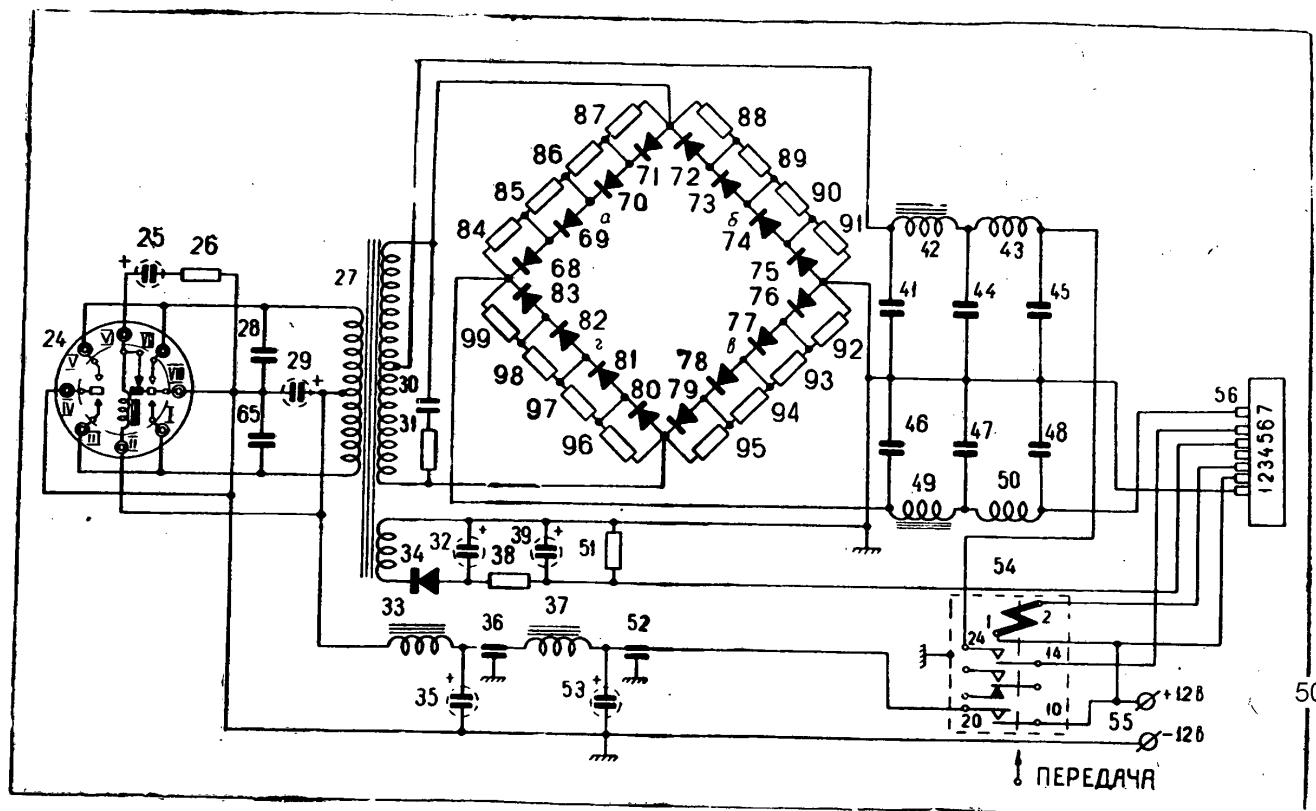

Рис. 4. Принципиальная схема блока вибропреобразователя.
Блок вибропреобразователя собран по асинхронной схеме с применением вибратора типа ВС-12 (24), вторичные контакты которого включены параллельно первичным (см. рис. 4).